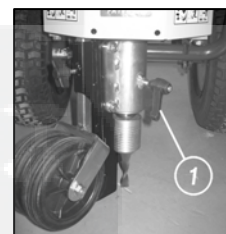

Fig.11
När man vill lägga ner kabeln i långa raksträckor, är det möjligt att låsa den vridbara fenan (fig.11) för att göra maskinen riktstabilare. För att låsa fenan räcker det med att dra åt handtaget som sitter på höger sidan av infästningsanordningen (fig.11 nr.1).
- Kontrollera att handtaget (fig.11 nr.1) är löst.